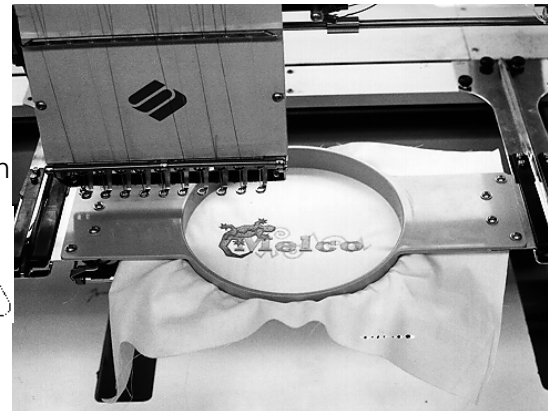

Abbildung 3-8
3. Befestigen Sie die Haltearme des Schlauchrahmens am hinteren Teil des Schieberahmens. Befestigen Sie die Haltearme mit je vier Flügelschrauben (siehe Abb. 3-8).